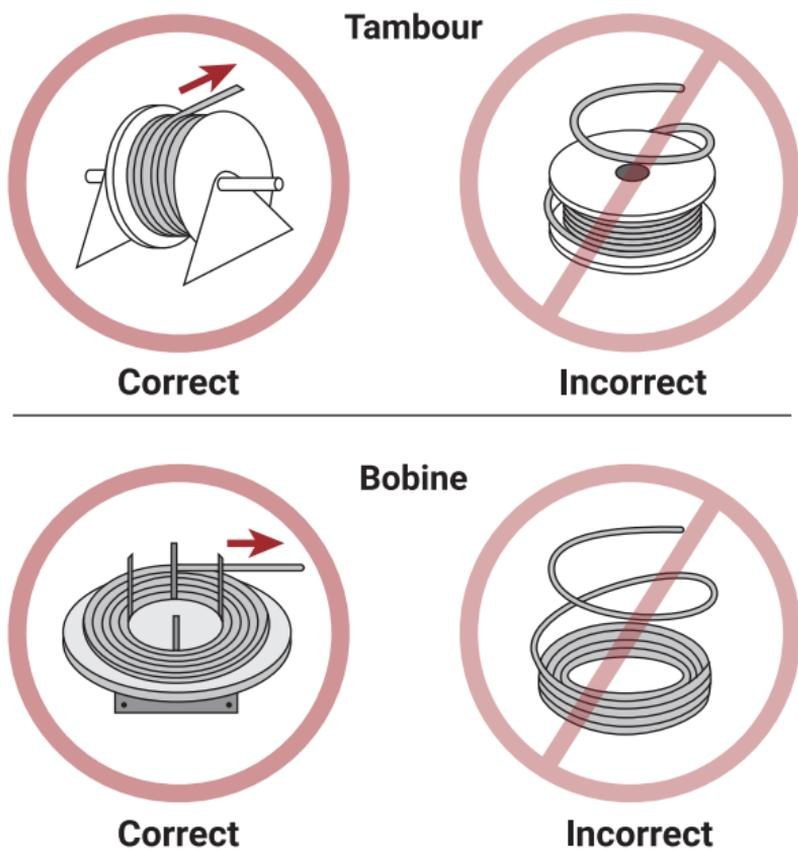

Figure 6: Dévidage/déroulement du câble
- Déroulez le câble avec le tambour ou la bobine en position verticale en le faisant rouler plutôt qu'en le tirant à partir de la périphérie ou du centre de la bobine ou alimentez le câble à partir d'un tambour à compensation (Figure 6). Cette procédure facilite beaucoup la manipulation et évite tout risque de torsion, de flexion et de vrillage.